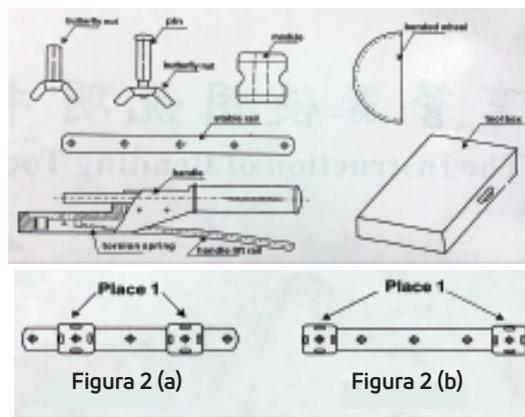
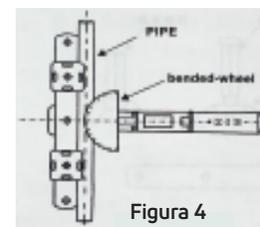

Figura 1
Figura 4
O pré-processo é muito fácil. Veja a figura 1. Depois de verificar todas as peças, (consulte a figura 4 sobre o número de peças sobressalentes), execute-o de acordo com as seguintes etapas:
1) Coloque o tubo e o gabarito de dobra. Coloque o tubo que irá ser dobrado na ranhura no módulo de dobra. Em seguida, insira a curva tubo correspondente para um lado, veja na figura 4.